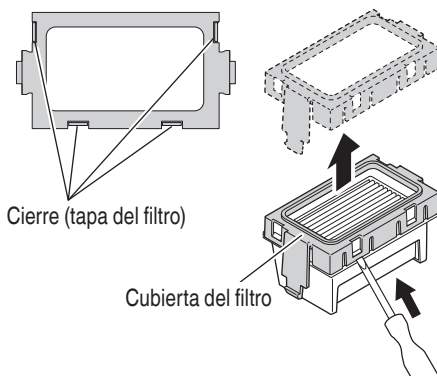

Fig. 24
- (1) Inserte un destornillador de punta plana en los cuatro cierres de la tapa del filtro y extraiga la tapa. (Fig. 24)